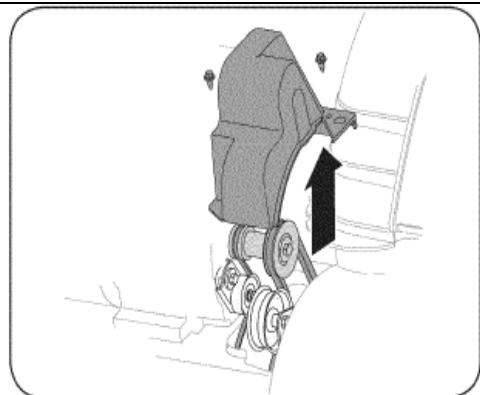

Рис. 28
2. Отверните 2 самореза, крепящих пластиковый кожух ремня в передней части двигателя, и снимите его. См. Рис. 28.